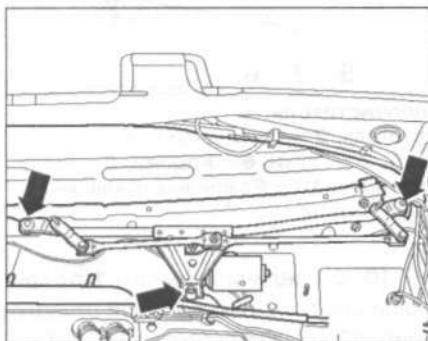

Рис. 12.14. Открутите болты и гайки (стрелки) и снимите шайбы.
7. Открутите болты и гайки (стрелки) и снимите шайбы (рис. 12.14).